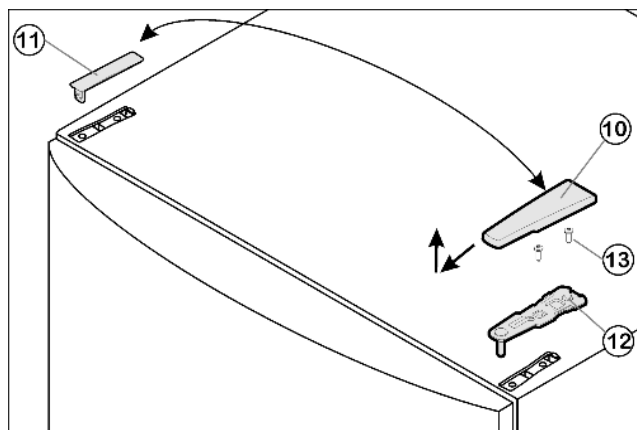

Fig. 4
- ▶ Крышку Fig. 4 (10) снимите движением вперед и вверх.
- ▶ Снимите крышку Fig. 4 (11).
- ▶ Открутите верхний опорный кронштейн Fig. 4 (12) (2 шт. Torx 25) Fig. 4 (13) и вытяните вверх.
- ▶ Установите верхний опорный кронштейн Fig. 4 (12) на новой стороне шарнира и защелкните в дверце.
- ▶ Прикрутите верхний опорный кронштейн *Fig. 4 (12)* с усилием мин. 4 Нм (2 шт. Torx 25) *Fig. 4 (13)*. При необходимости проделайте отверстия или используйте аккумуляторную отвертку.
- ▶ Защёлкните крышку *Fig. 4 (10)* и крышку *Fig. 4 (11)* на противоположной стороне.